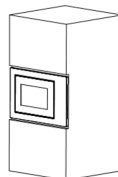

Fig.2
2. Poussez le four à micro-ondes jusqu'au bout. (Fig. 2)